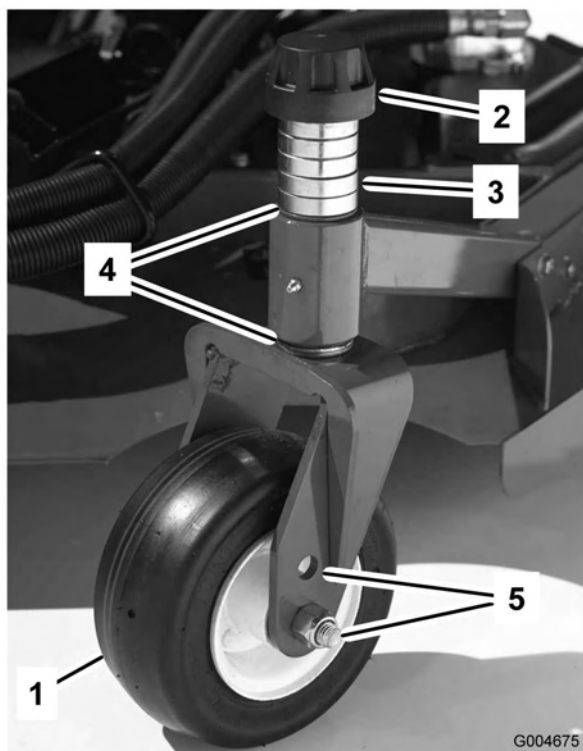
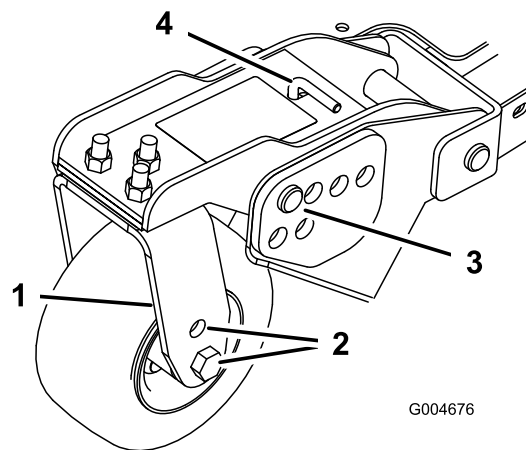
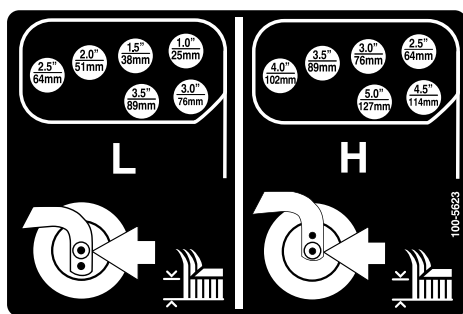

Figura 18
Figura 20
Figura 21
1. Posizionate gli assali delle ruote orientabili negli stessi fori di tutte le forcelle (Figura 18 e Figura 20). Vedere lo schema seguente per stabilire il foro corretto per la regolazione.
2. Togliete il cappuccio di tensione dall'asse del perno (Figura 18) ed estraete il perno dal braccio della ruota orientabile. Montate i due spessori (3 mm) sull'asse dei perni, come erano montati in origine. Questi spessori servono per ottenere un livellamento sull'intera larghezza degli apparati di taglio. Mettete il numero opportuno di distanziali da 13 mm sull'asse del perno, fino ad ottenere l'altezza di taglio richiesta, quindi montate la rondella sul perno.
4. Togliete la coppia ed i perni con testa dai bracci di rotazione delle ruote orientabili (Figura 20).
5. Girate il tenditore per alzare o abbassare il braccio di rotazione finché i fori non sono allineati con i fori della staffa dell'altezza di taglio selezionati, nel telaio dell'apparato di taglio (Figura 20 e Figura 21).